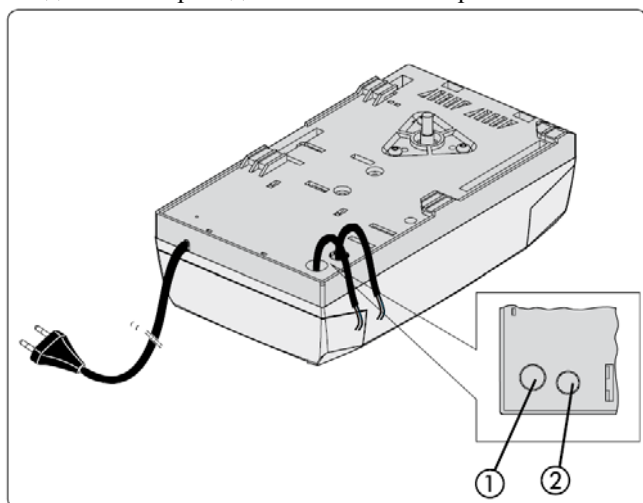

Рис. 2
- Для подключения внешних устройств управления, безопасности и индикации удалите элемент 1 (рис.2, отметка 1)
- Для подключения безопасной кромки удалите элемент 2 (рис. 2, отметка 2)